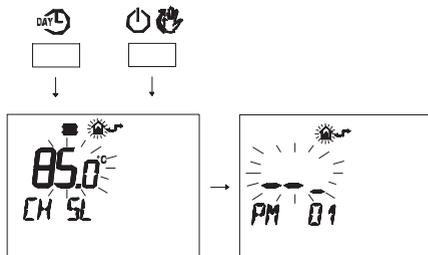

Fig. 5.56
- Premere contemporaneamente i pulsanti DAY L e  $\mathbb{P}$  per entrare nella programmazione trasparente (Fig. 5.56).